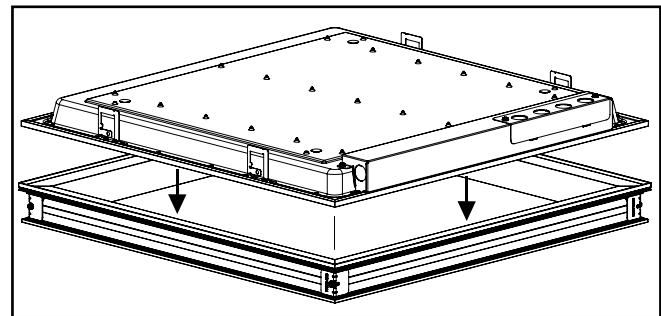

Figure 3.
4. Coloque la luminaria sobre el kit (Fig. 3).